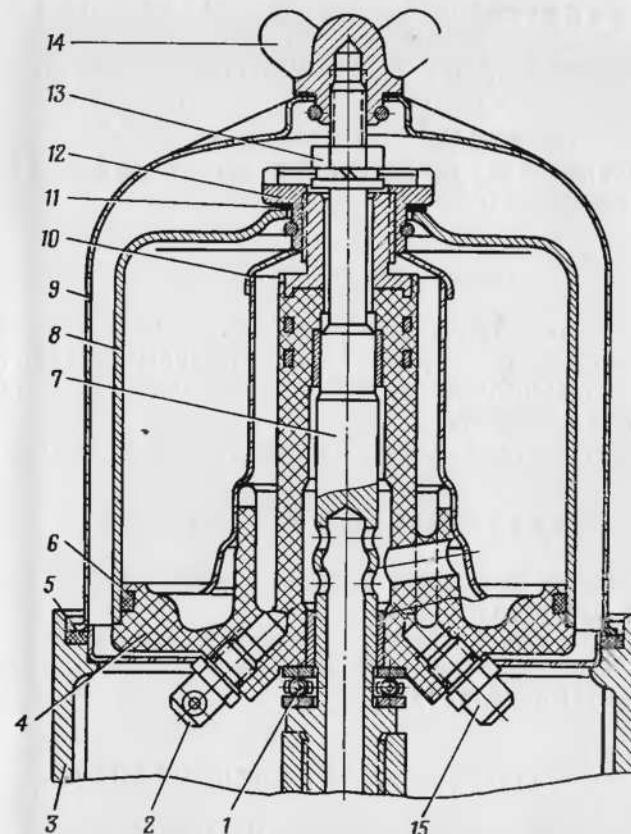

Рис. 54. Фильтр центробежной очистки масла:
2. Отвернуть гайку-барашек 14 (рис. 54) и снять кожух 9 фильтра.
1. Установить шарикоподшипник 1 (рис. 54), ротор 4 в сборе с колпаком 8 и закрепить гайкой 13 с пружинной шайбой. Установить прокладку 5.
1. Отвернуть гайку 12 (рис. 54) и снять колпак 8 в сборе с гайкой, снять сетку 10.